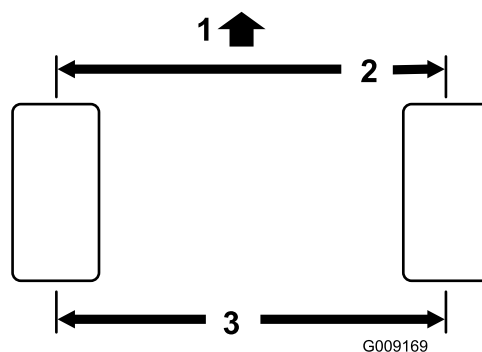

Рисунок 68
2. Измерьте межцентровое расстояние (на высоте моста) на передней и задней сторонах рулевых колес (Рисунок 68).